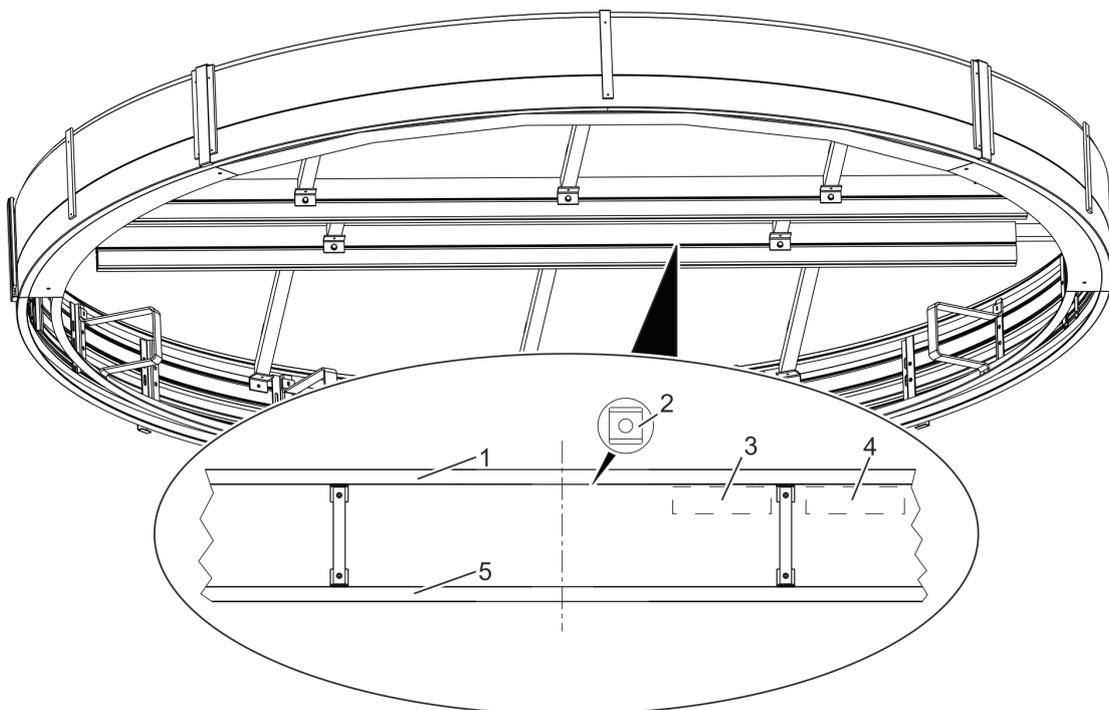

Рис. 53 Расположение ходовых гаек
1. Переместить ходовые гайки (рис. 53/2) в центральных балках (рис. 53/1) таким образом, чтобы 4 ходовые гайки находились в положении для последующей сборки регулятора (рис. 53/3) и источника питания (рис. 53/4). Информация об их расположении указана на принципиальной схеме.
2. Выровнять относительно отмеченного центра и зафиксировать по 1 ходовой гайке в пазах центральных балок (рис. 53/1 + 5).